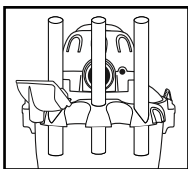

FIGURE 27
51. Les accessoires peuvent être rangés dans le porte-outil. **FIGURE 27.** L'aspirateur doit être entreposé à l'intérieur.